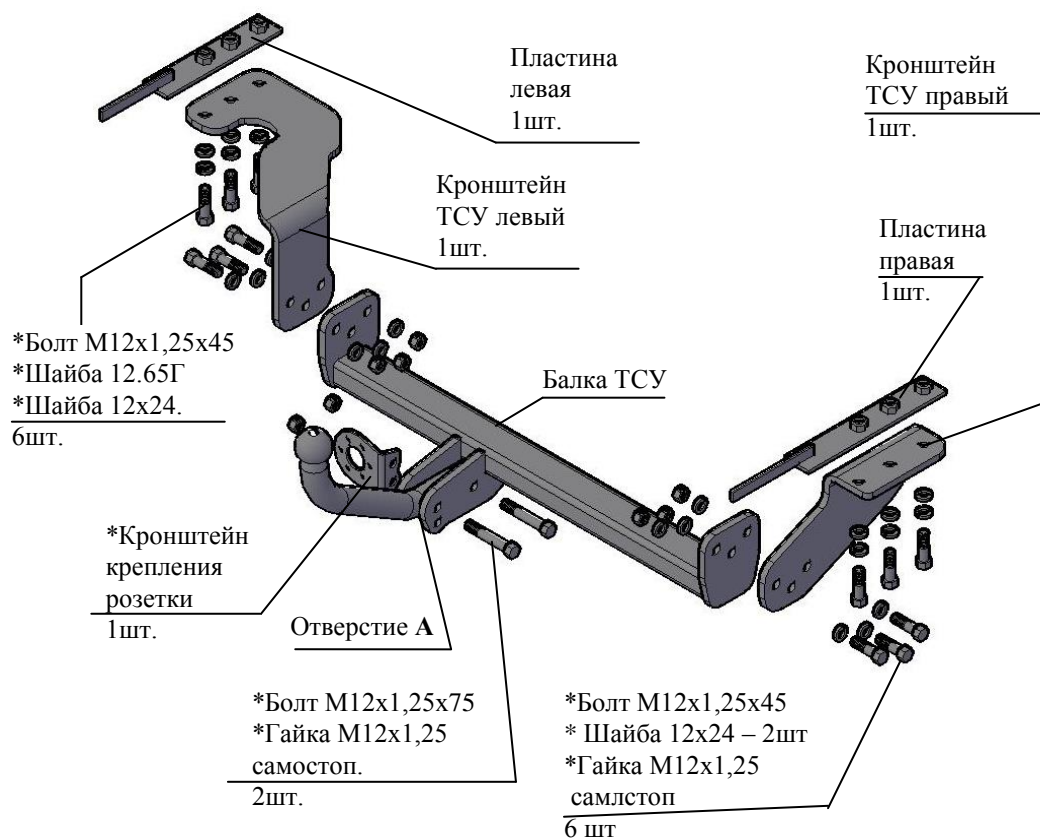

Рис.1 Тягово-сцепное устройство 7711
2.1 ТСУ 7711 в сборе (рис.1)	1 шт.
2.2 Пакет с комплектующими (см. рис.1)	1 шт.